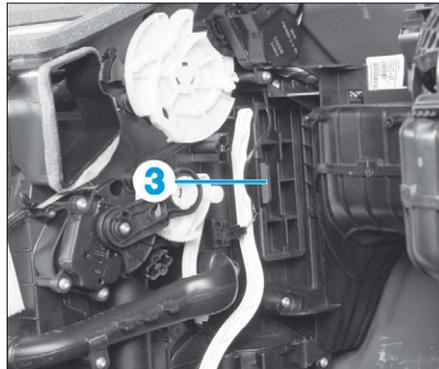

FIG. 2
- la trappe d'accès (3) (Fig.2),